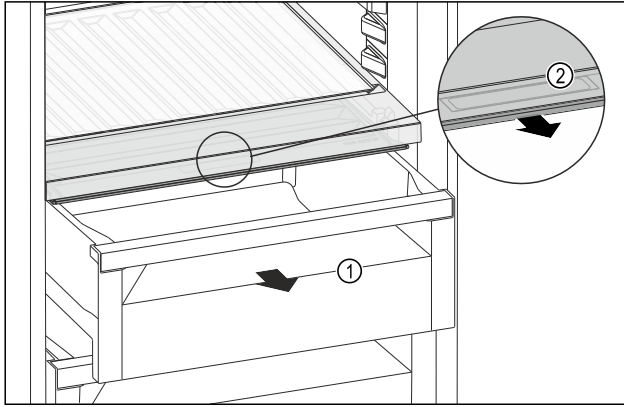

Fig. 107
- ▶ Schubfach Fig. 107 (1) herausziehen.
- ▶ Griffmulde Fig. 107 (2) am Fachdeckel anfassen und Fachdeckel gleichzeitig nach vorne ziehen.